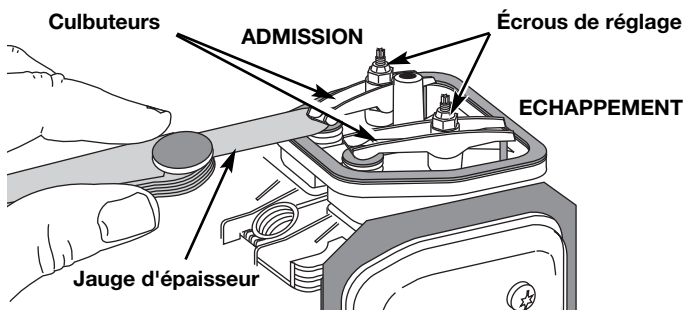

Fig. 34
- Glissez la jauge d'épaisseur entre le culbuteur et le ressort de rappel de la soupape. Mesurez le jeu entre la tige de soupape et le culbuteur (Fig. 34). Faites-le pour les soupapes d'admission et d'échappement.